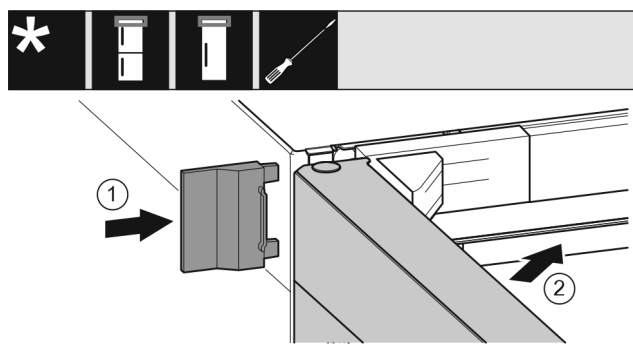

Fig. 27
- Vnější kryt Fig. 27 (1) nasuňte.
- Zavřete horní dveře Fig. 27 (2).